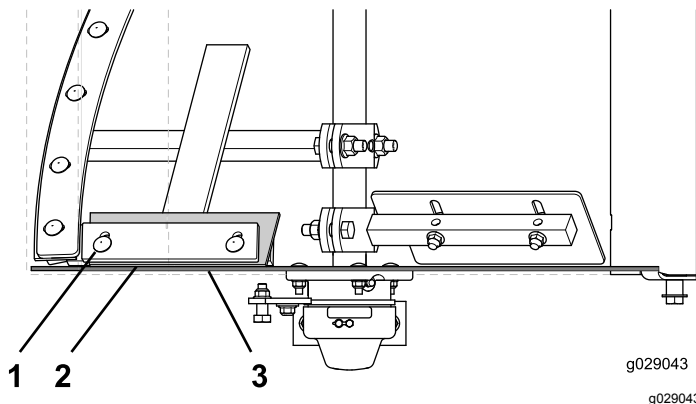

Figura 72
4. Afloje los pernos de cabeza redonda y las contratuercas prensadas que sujetan la hoja de la paleta y la escobilla a la paleta fija. (Figura 72)